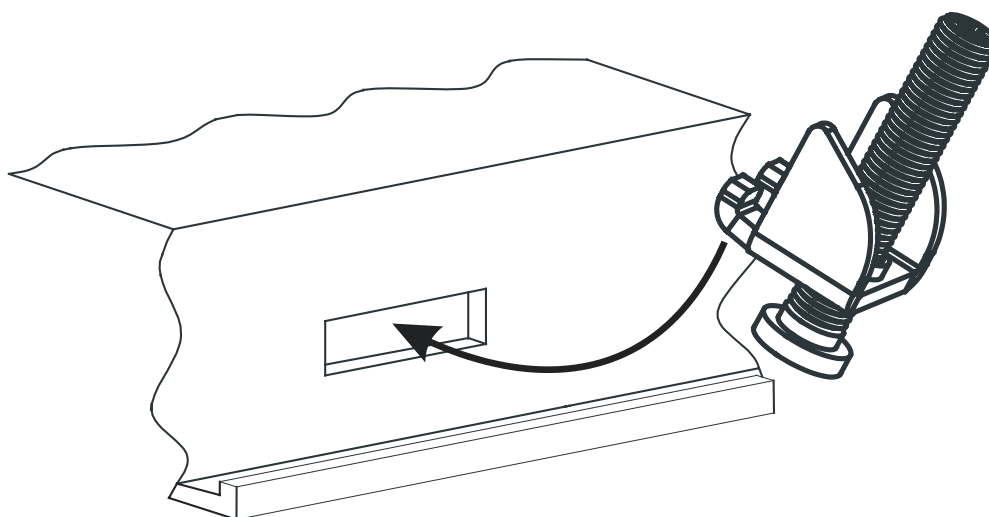

Fig. 8 Montaggio HMI
3. inserire le n. 4 viti di fissaggio nelle apposite sedi come indicato in **Fig. 8 a pag. 25**;